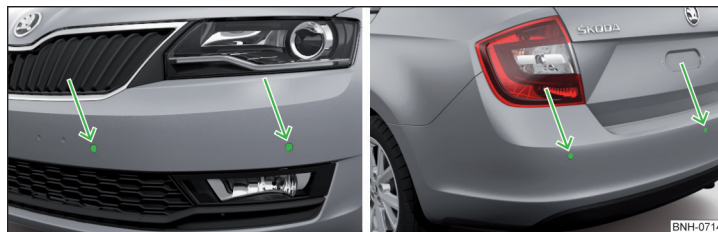

Fig. 192 Lugar de instalación de los sensores del lado izquierdo del vehículo: delantero / trasero
- Mantener los sensores del sistema » **fig. 192 de la pág. 176** limpios, libres de nieve y hielo, y no cubrirlos con ningunos objetos, de lo contrario puede estar limitado la función del sistema.
El sistema calcula la distancia entre el parachoques y un obstáculo mediante ondas ultrasónicas. Los sensores ultrasónicos se encuentran según el equipamiento del vehículo en el parachoques trasero o también en el delantero » fig. 192.